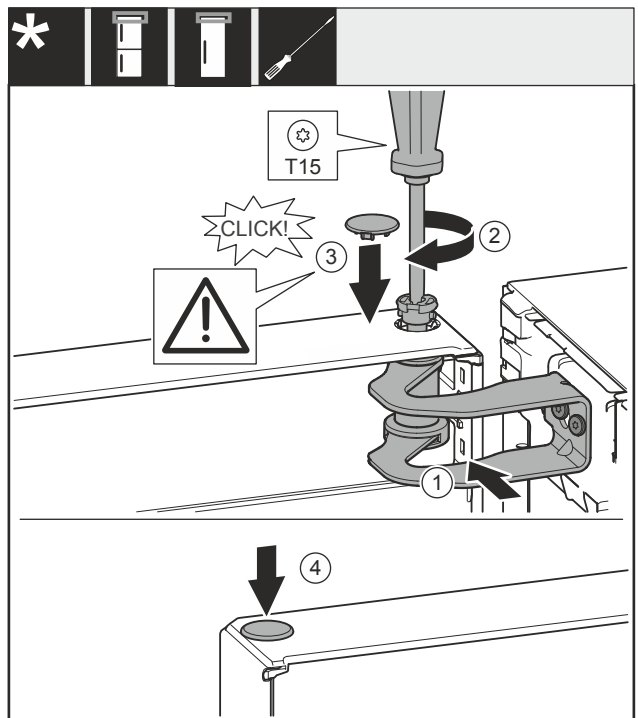

Fig. 57
- Tür zur Öffnung im Lagerbock Fig. 57 (1) ausrichten.
- Bolzen Fig. 57 (2) einsetzen und mit Schraubendreher festschrauben.
- Abdeckung Fig. 57 (3) einsetzen.
- Kontrollieren, dass die Abdeckung Fig. 57 (3) auf der Tür aufliegt.
- Abdeckung Fig. 57 (4) einsetzen.